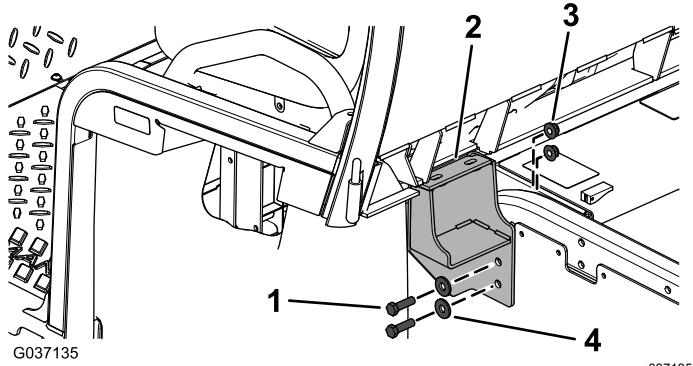

Figure 7
- Fixez la partie inférieure de la jambe élastique au bras de commande à l'aide du boulon à tête hexagonale supérieur (3/8 x 3 1/2 po) et l'écrou à embase (3/8 po), comme montré à la Figure 7.
7. Serrez les supports gauche et droit, puis serrez les boulons à $58 \text{ N}\cdot\text{m}$ (43 pi-lb), comme montré à la Figure 7.